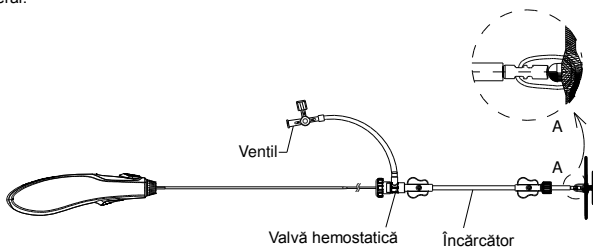
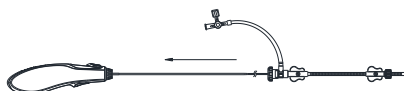

Figura 6. Ilustrarea sistemului cu ocluzor PFO CeraFlex™
Figura 7.Ilustrarea încărcării dispozitivului într-un încărcător
- Verificați cu atenție conexiunea dintre ocluzor și cablul de livrare (Consultați Figura 6). Cufundați dispozitivul și încărcătorul în soluție salină și trageți dispozitivul în încărcător, printr-o mișcare rapidă de smucire (Consultați Figura 7).